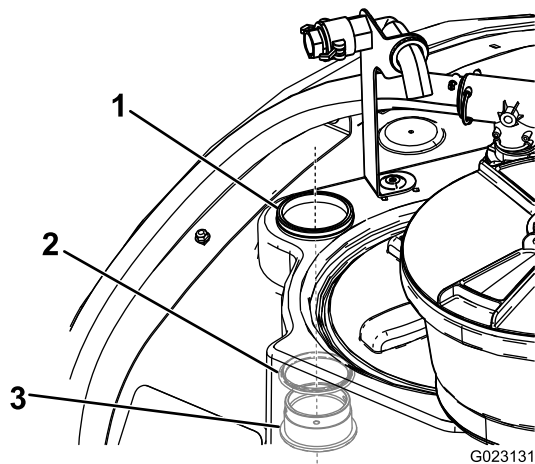

Figura 16
- Instale el conector estanco y la junta tórica desde dentro del depósito por el taladro perforado anteriormente (Figura 16).